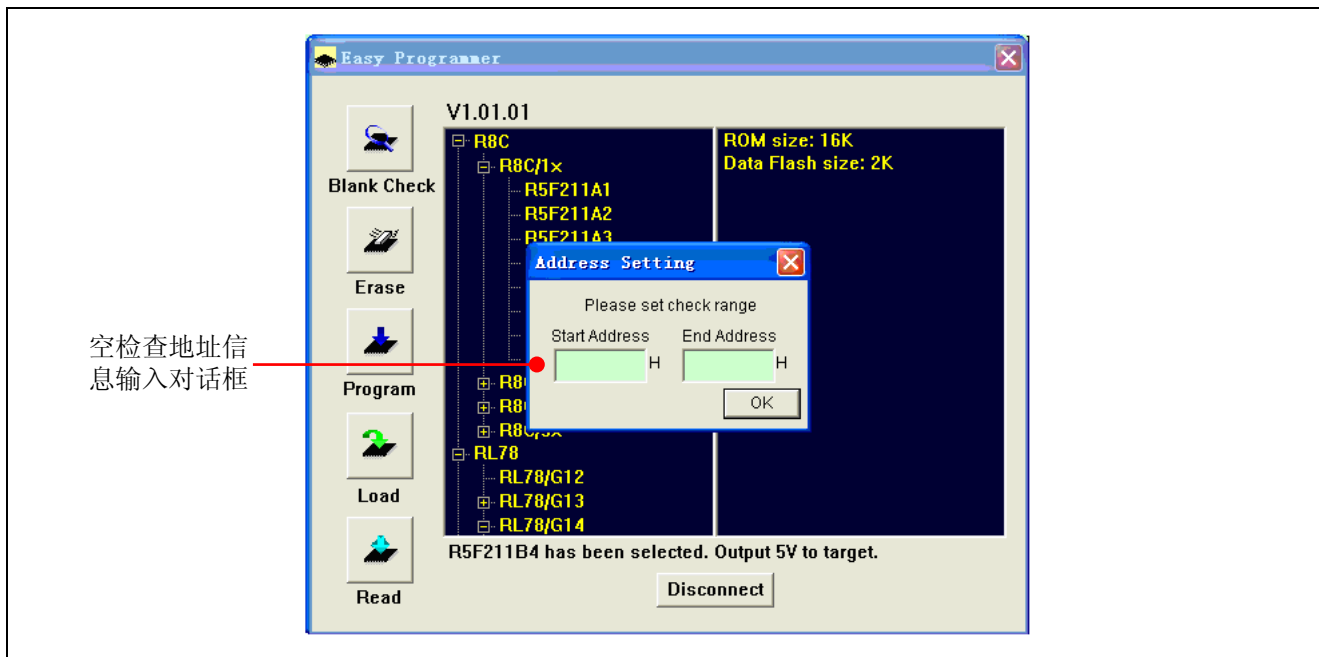

图 2.23 空检查地址信息输入界面
- 1) 单击“Blank Check”按钮，将弹出如图 2.23 所示的地址信息输入对话框。